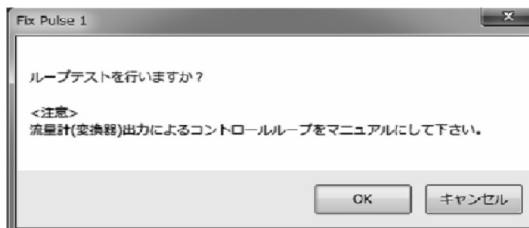

図128
④ 「Start」 ボタンをクリックすると、メッセージボックス(図128)が表示されます。「OK」 ボタンをクリックすると、「Fix Pulse」を開始します。